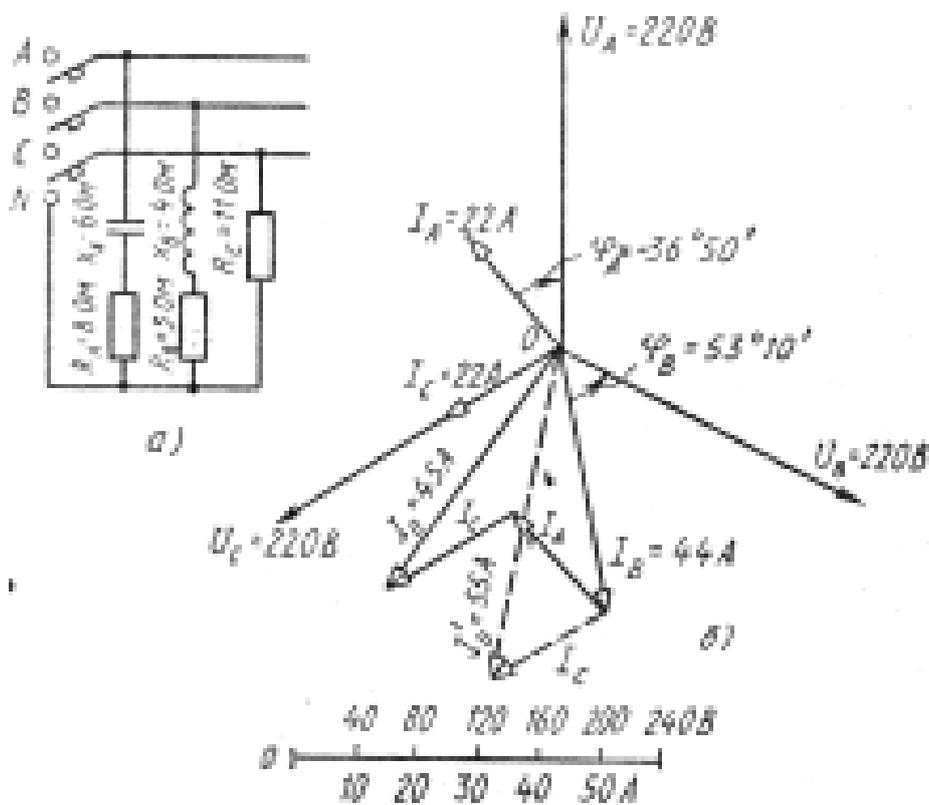

Рисунок 4.
**Пример 4.** В четырехпроводную сеть включена несимметричная нагрузка, соединенная в звезду (рис. 4, а). Линейное напряжение сети  $U_{ном} = 380В$ . Определить токи в фазах и начертить векторную диаграмму цепи в нормальном режиме и при отключении автомата в линейном проводе А. Из векторных диаграмм графически найти ток в нулевом проводе в обоих случаях.
4. Для построения векторной диаграммы выбираем масштабы по току:  $1см - 10А$  и напряжению:  $1см - 40В$ . Построение диаграммы начинаем с вектора фазных напряжений  $U_A, U_B, U_C$  (рис. 4, б), располагая их под углом  $120^{\circ}$ , друг относительно друга. Чередование фаз обычное: за фазой А - фаза В, за фазой В - фаза С. В фазе А угол сдвига  $\varphi_A$  отрицательный, т.е. ток  $I_A$  опережает фазное напряжение  $U_A$  на угол  $\varphi_A = -36^{\circ}50'$ . Длина вектора тока  $I_A$  в принятом масштабе составит  $\frac{22}{10} = 2,2см$ , а длина
5. При отключении линейного автомата в фазе  $A$  на векторной диаграмме остаются фазные напряжения  $U_B$  и  $U_C$  и продолжают протекать в этих фазах токи  $I_B$  и  $I_C$ . Ток  $I_A = 0$ . Поэтому ток в нулевом проводе  $I'_0$  равен геометрической сумме токов фаз  $B$  и  $C$  (рис. 4, б). Измеряя длину вектора тока  $I'_0$  получаем  $I'_0 = 5,5cm$  или  $I'_0 = 55A$ .